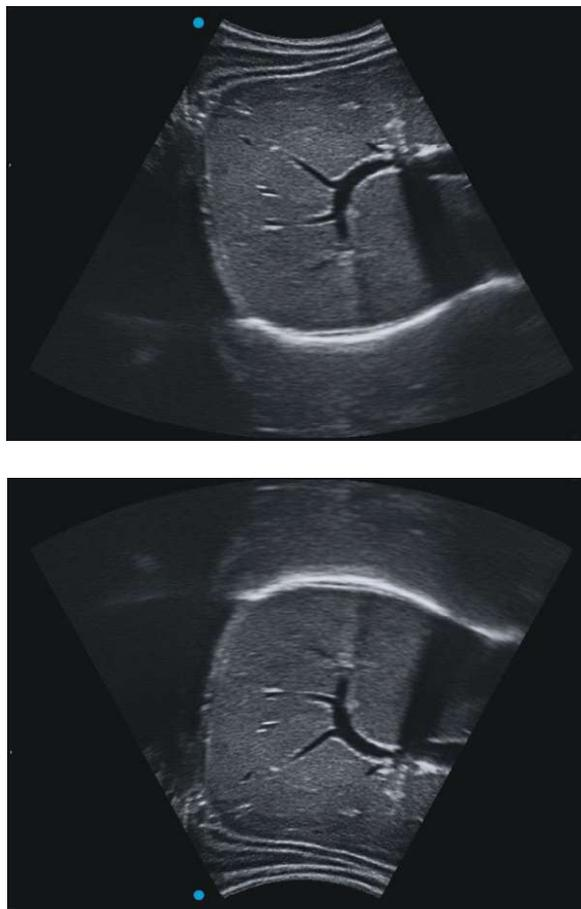

Fig.6-5 Inverso para cima/para baixo
*Inversão para cima/para baixo ◆ **Painel de controle:** no modo B estado ao vivo, pressione para inverter a imagem para $\frac{R}{B}$ cima ou para baixo. A marca • representa a orientação do início da varredura da sonda e pode ser movida do canto superior esquerdo (ou superior direito) para o canto inferior esquerdo (ou inferior direito), ums mostrado na Fig.6-5.